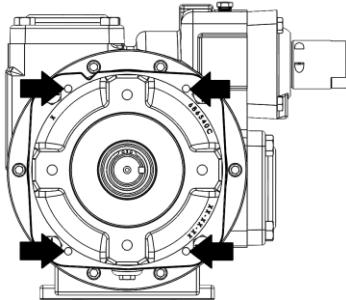

Figura 6 – Posizione dei fori di sollevamento
- 6) Inserire quattro viti filettatura piena nei fori di sollevamento dell'alloggiamento dei cuscinetti. Vedere la figura 6 per la posizione.
- Allineare il perno dell'alloggiamento del magnete (57) con l'involucro di contenimento (50) e iniziare a calare l'alloggiamento del magnete nell'involucro di contenimento. L'alloggiamento del magnete potrebbe attaccarsi all'involucro di contenimento. Utilizzare una mazzuola antirimbalzo per dare piccoli colpi fino a che l'alloggiamento del magnete non sia libero di muoversi liberamente. Assicurarsi che il perno sia allineato con la scanalatura di tenuta dell'involucro di contenimento e che i fori siano allineati con l'interno testata e i fori del cilindro. È probabile che sia necessaria una leggera forza per tenere l'alloggiamento del magnete dentro l'interno testata.
- Lubrificare i tappi a vite dell'interno testata (21) con un composto antiripristino di buona qualità e installarla. Applicare una coppia come descritto di seguito.
- Inserire quattro viti 3/8-16 UNC, da 4 polci a filettatura piena nei fori di sollevamento dell'alloggiamento dei cuscinetti. Vedere la Figura 6 per la posizione. Avvitare completamente le viti nell'alloggiamento dei cuscinetti.